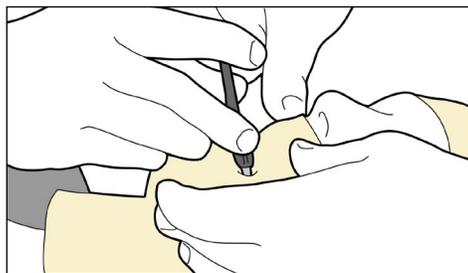

Fig. 17
5. Peça que o paciente abra a boca enquanto segura a máscara no lugar, na parte inferior do nariz, para manter o posicionamento da extremidade inferior. (Fig. 17)